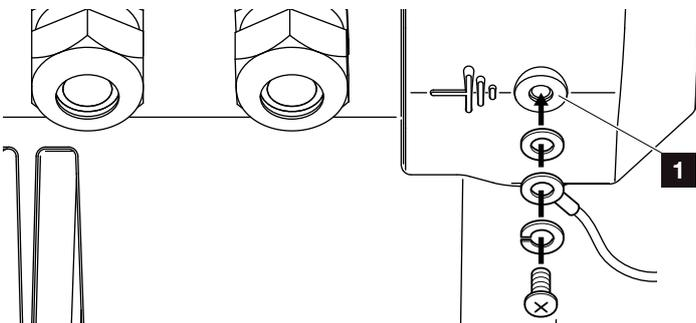

Fig. 29: connessione PE specifica al paese
9. Nei paesi, nei quali è prescritta una seconda connessione PE, questa va collegata al punto contrassegnato con una coppia di 3 Nm (M6).  **Fig. 29, pos. 1**